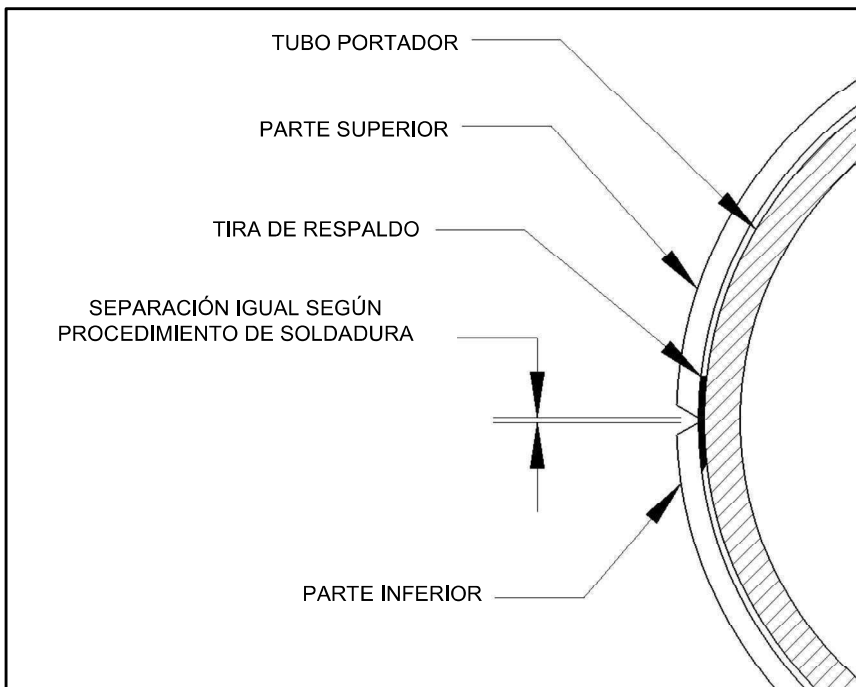
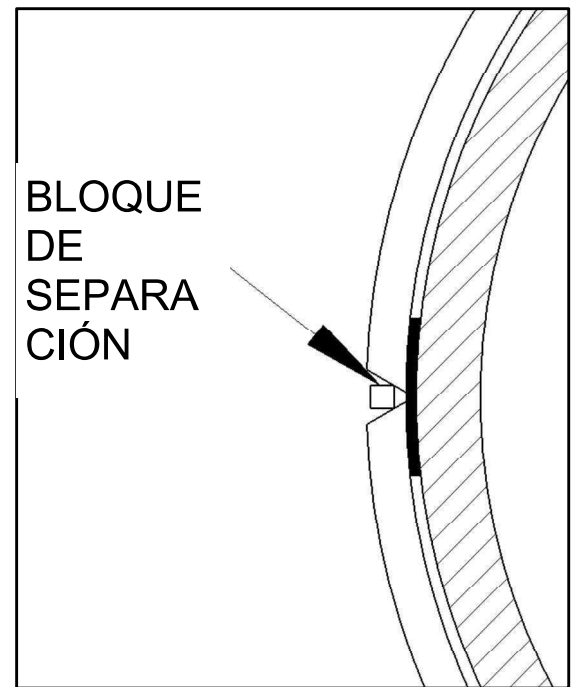

Figura 7
Figura 8
7. Alinee la mitad superior con la mitad inferior manteniendo una separación igual en ambos lados de la camisa, mientras las mitades de la camisa se juntan como se muestra en la Figura 7. Logre un ajuste apretado y uniforme utilizando varias correas de trinquete o matraca, abrazaderas de cadena con tornillo de apriete o prensas hidráulicas. Se pueden usar bloques de separación o calzas, como se muestra en la Figura 8, para ayudar a mantener un espacio igual a la soldadura longitudinal mientras se junta el accesorio. Estos se deben retirar antes de completar la soldadura.